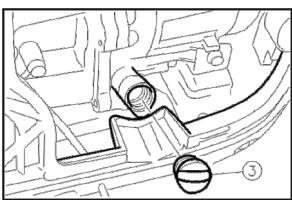

Рис.18
1. Открутите болты (1) и снимите крышку доступа к маслозаливной горловине (2) (рис.).
2. Выкрутите пробку маслозаливной горловины (3) (рис. 18).